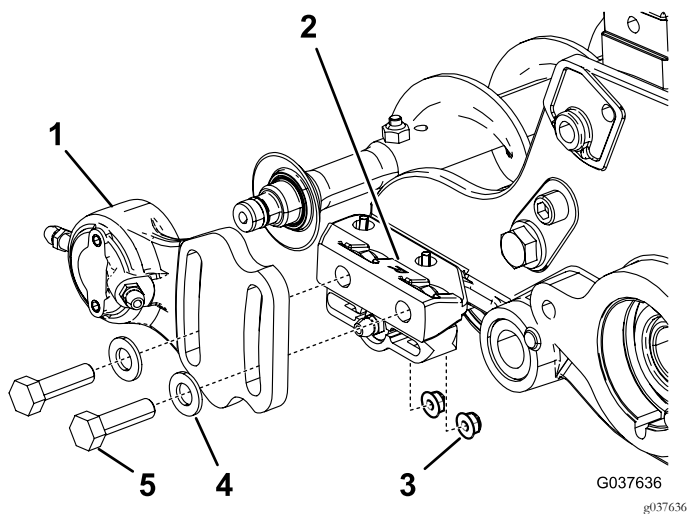

Figure 16
1. Si une brosse à rouleau est montée sur le plateau de coupe, enlevez les 2 boulons, rondelles et écrous qui fixent le logement de roulement libre au support de fixation du logement de roulement (Figure 16).